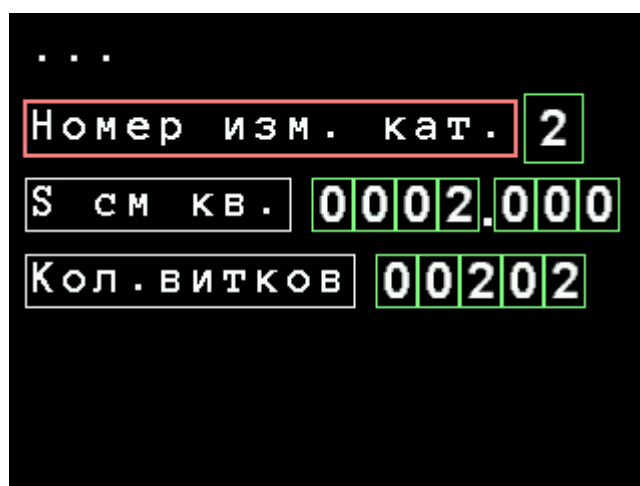

Рисунок 3.31. Меню редактирования параметров измерительной катушки
- подменю параметров измерительных катушек («Пар. изм. кат. ...»), которое предназначено для редактирования параметров измерительных катушек пользователя (рисунок 3.31);